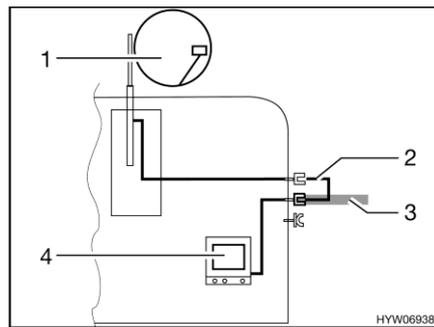

Bild 209 TV im Fahrzeug
- TV im Fahrzeug (Bild 209,4): Anschluss an Dachantenne (Bild 209,1) mit Verbindungskabel (Bild 209,2)
- TV im Fahrzeug (Bild 209,4): Anschluss an externe Antenne (Bild 209,3)